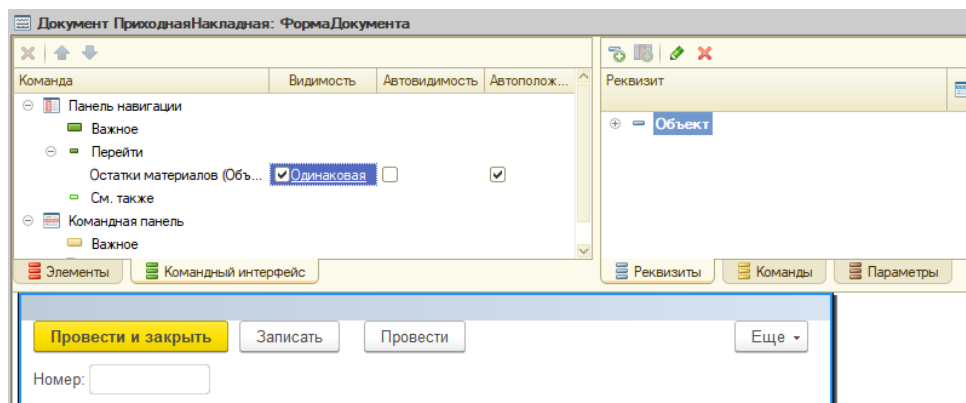

Рис. 2.6 Настройка командного интерфейса формы документа
2. В разделе Панель навигации раскройте группу Перейти и увидите команду для открытия списка регистра накопления Остатки материалов. Эта команда была автоматически помещена в панель навигации формы документа, так как он является регистратором, то есть создает движения в регистре. Установите свойство Видимость для этой команды (рис. 2.6).